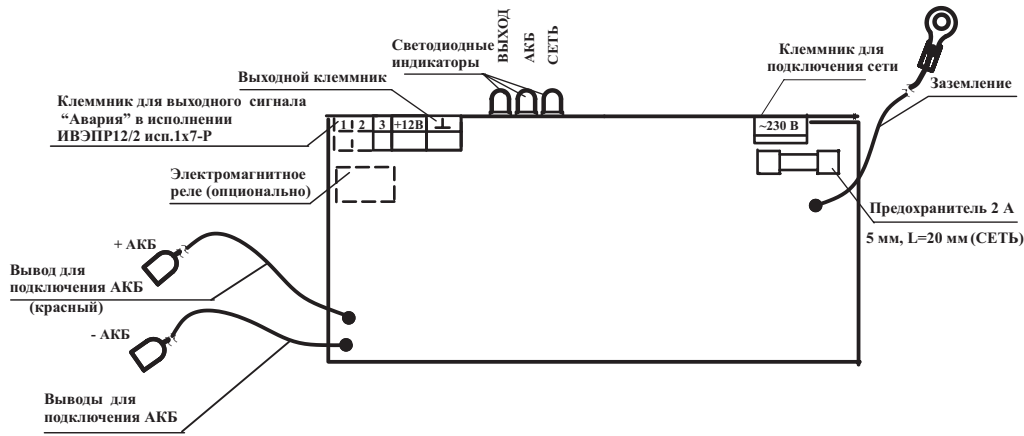

Рисунок 1 – Плата источника
6.3 Подключение соединений производить в следующей последовательности (см. рисунок 1):
При отсутствии АКБ измерение напряжения на выводах для подключения АКБ (см. рисунок 1) является не корректным и его величина не регламентируется.